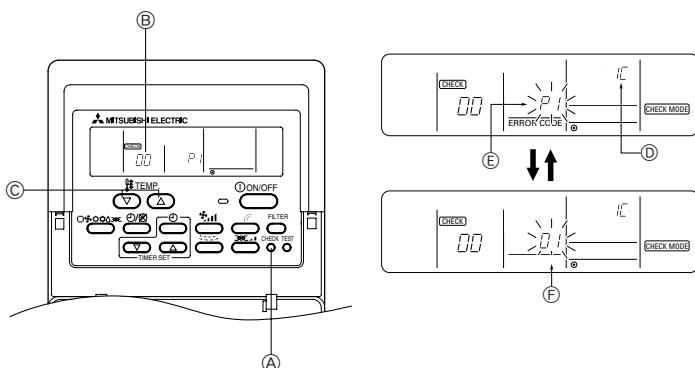

Fig. 7-2
7.3.1. Voor de afstandsbediening med draad (Fig. 7-2)